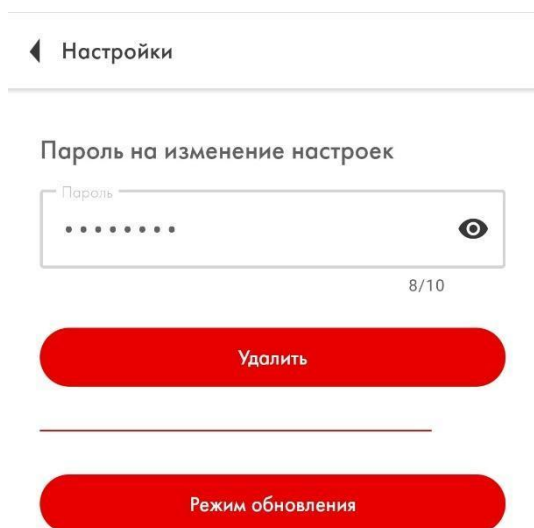
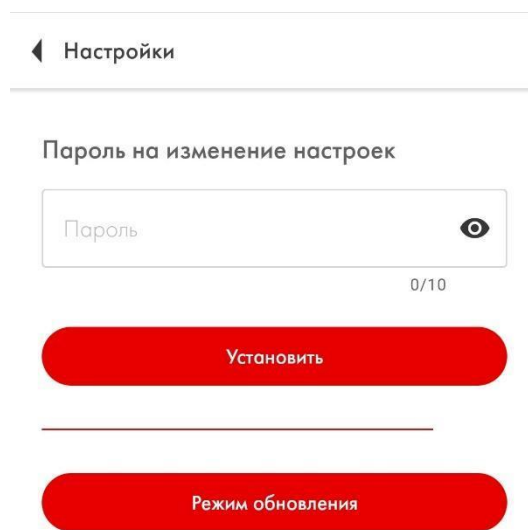

Рисунок 34 – Удаление пароля
Рисунок 35 –Установка пароля
2.3.15 Из меню «**Текущие данные**» необходимо перейти с помощью значка шестерёнки во вкладку «**Доп. возможности**». Для удаления ранее заданного пароля необходимо ввести его в поле «Пароль», а затем нажать кнопку «**Удалить**» (рис.34) или «**Установить**» – в случае установки пароля (рис. 35). В результате внизу экрана появится уведомление об успешном удалении пароля.